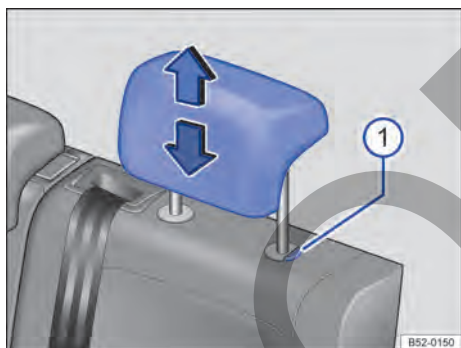

Fig. 66 Apoyacabezas trasero: ajustar.
- Mover el apoyacabezas hacia arriba o hacia abajo, en el sentido de la flecha, presionando el botón → fig. 66 ①. → ▲ en *Introducción al tema* de la pág. 79